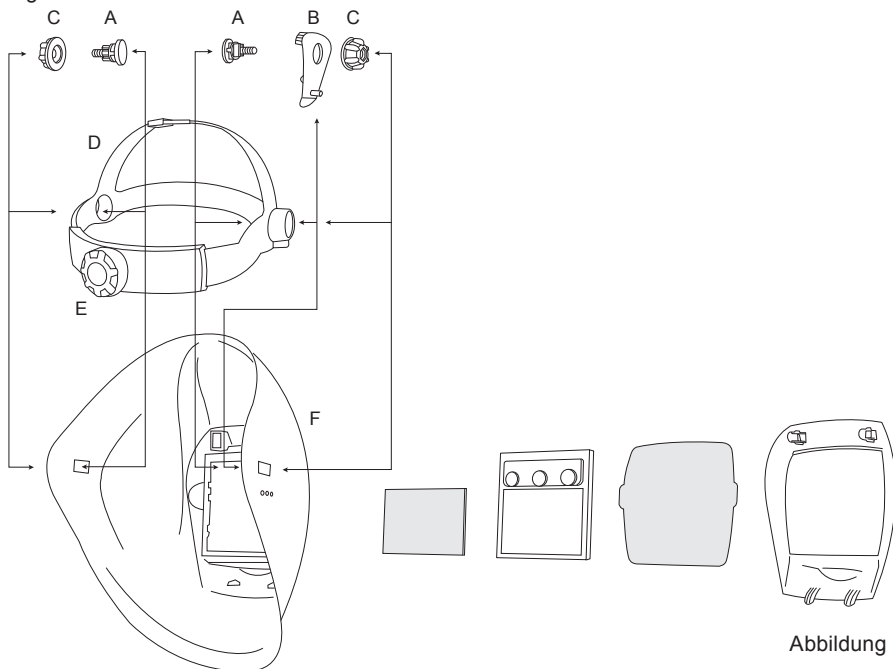

Abbildung 1
1. Drehen Sie die Schraube (A) durch die Öffnung im Helmmechanismus (D).
2. Setzen Sie den Helmmechanismus (D), wie in Abbildung 1 gezeigt, in die Maske ein (F), und drehen Sie die Schraube (A) durch die rechteckige Öffnung in der Maske.
3. Setzen Sie auf der rechten Seite zwischen der Schraube (A) und der Maske (F) die Platte zur Kippeinstellung (B) ein, und zwar so, dass der Bolzen zur Maske hin ausgerichtet ist und in einem der drei dafür vorgesehenen Löcher in der Maske einrastet. Die Neigung können Sie später so einstellen, dass sich die sichtbare Öffnung des Filters in Augenhöhe befindet und die Sichtachse durch den Filter so rechtwinklig wie zum Filter verläuft.
4. Schrauben Sie die Mutter (C) auf die Schraube (A). Bevor Sie sie angemessen festziehen, passen Sie mithilfe der quadratischen Öffnungen, die die Bewegung des Helmmechanismus nach vorne und hinten ermöglichen, die Entfernung der Maske und des Filters von den Augen bzw. dem Gesicht an.
5. Der Helmmechanismus (D) wird durch Drehen des Knopfes auf der Rückseite (E) an die Kopfgröße angepasst. Drücken Sie das Rad und halten Sie es während Sie es drehen; lösen Sie es, wenn Sie den passenden Halt erreicht haben; der Helmmechanismus rastet in der eingestellten Position ein.